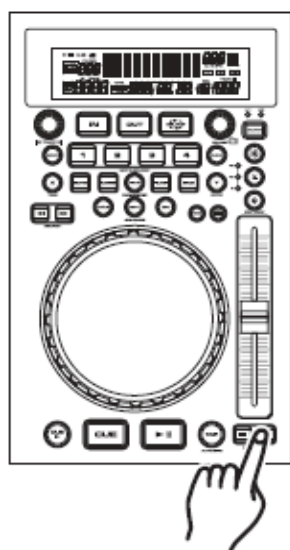

Figure 30
Le *BOUTON PITCH BEND (+)* (11) va augmenter la vitesse de lecture de la piste et le *BOUTON PITCH BEND (-)* (11) va la diminuer. La valeur de la modification de vitesse dépend du temps pendant lequel vous appuyez sur le bouton. Par exemple, si la pression sur le bouton *PITCH BEND (+)* (11) est maintenue en permanence comme sur la figure 30, la vitesse de la musique va augmenter et va continuer à augmenter jusqu'à ce qu'elle atteigne un maximum de 16 % de gain de vitesse. Lorsque vous relâchez le bouton *PITCH BEND (+)* (11) la vitesse de la musique revient automatiquement à sa valeur précédemment configurée.
3. JOG WHEEL (16) :